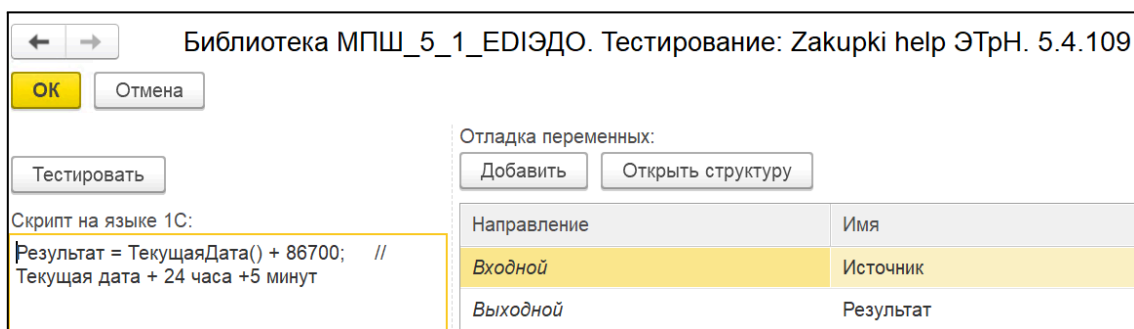

Рис. 47. Пример скрипта для поля
4. В поле «Скрипт на языке 1С» введите код (рис. 47). Пример скрипта: